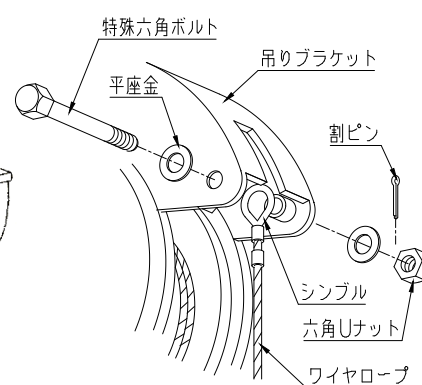

図 8
【シムブル側】 (図 8)
- 1) ワイヤロープによりが掛からないように注意しながら、吊りブラケットにワイヤロープ端のシムブルごとと特殊六角ボルトを差し込む。(図 8)